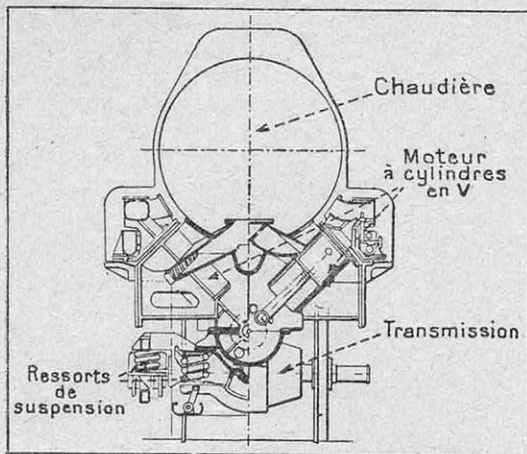

FIG. 4 — DEMI-COUPÉ AVANT, MONTRANT LA DISPOSITION DU MOTEUR RAPIDE A CYLINDRES EN V DE LA LOCOMOTIVE DABEG-BATIGNOLLES
Mais la bande de stabilité n'est pas limitée seulement sur les deux bords : elle est arrêtée à son extrémité par l'apparition de la radioactivité naturelle, et le graphique de la figure 4 représente à part cette région du diagramme qui s'étend de $Z = 80$ à $Z = 92$. On y voit que la radioactivité commence à partir de $Z = 81$, et qu'après $Z = 83$, il n'existe plus de noyaux stables. Au delà de $Z = 92$, qui correspond aux deux isotopes de l'uranium, on ne connaît plus de noyaux, ni stables ni instables.
FIG. 4. — DIAGRAMME DES ESPÈCES ATOMIQUES CORRESPONDANT AUX ÉLÉMENTS LOURDS. C'est le domaine des corps spontanément radioactifs. Tous les éléments, à partir du bismuth (83) sont instables. Ce diagramme s'arrête à l'uranium, au delà duquel il ne semble pas que puisse exister, sans destruction immédiate, d'édifice nucléaire plus complexe.